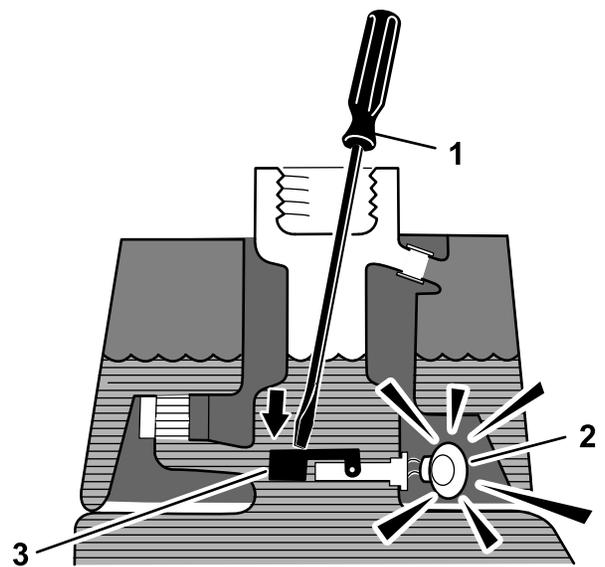

Figura 16
3. Inserite nel collo del serbatoio un'asta o un cacciavite puliti ed esercitate con cautela pressione sull'interruttore a galleggiante (Figura 16); dopo un secondo dovrebbe scattare l'allarme.